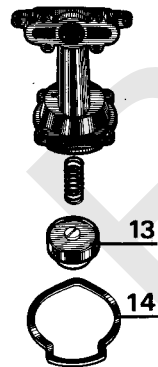

Fig. 18
Cambiar el clapet de gas (13) fig. 18.
Sustituir la junta (14) fig. 18.